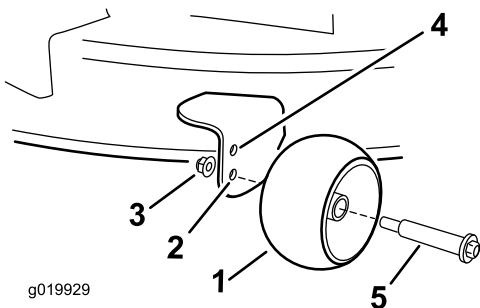

Figure 22
- Trou supérieur – utilisez cette position pour les hauteurs de coupe du tablier jusqu'à 63 mm (2½ po) (Figure 22).
- Trou inférieur – utilisez cette position pour les hauteurs de coupe du tablier à partir de 76 mm (3 po) (Figure 22).